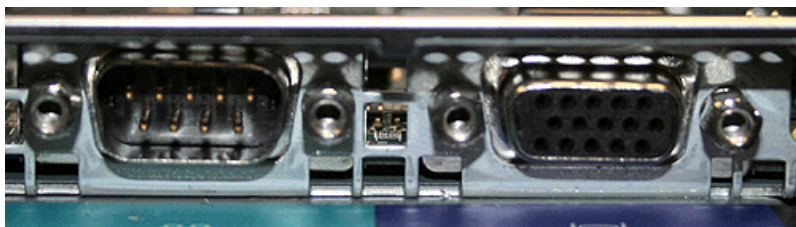

図 245. SAN ボリューム・コントローラー 2145-8G4 のシリアル・ポートとビデオ・ポート
3. サーバーの後部で、入出力ポートの横の 4 個の絶縁体ねじを再取り付けします。図 245 は、絶縁体ねじの位置を示しています。